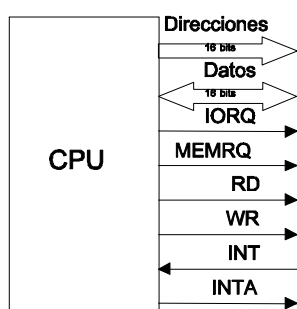

Figura 15. CPU.
8. Se dispone de una CPU (Figura 15) con las siguientes características: